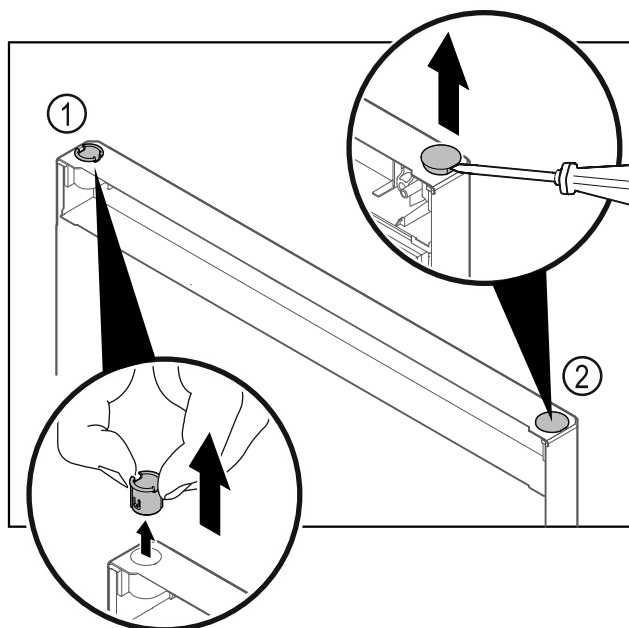

Fig. 27 Køledelens dør
- ▶ Træk hængselbøsningen Fig. 27 (1) ud med fingrene.
- ▶ Løsn afdækningsproppen Fig. 27 (2) forsigtigt med en flad skruetrækker, og træk den ud.